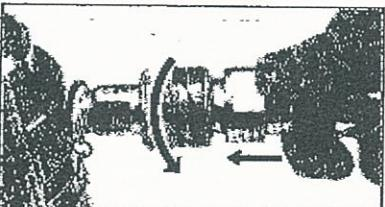

図 1
- 3.1 戻しハンドルを左(←DOWN-)にまわしたのち、油圧ホース先端の雄カップラをシリングの雌カップラに確実に接続します。 (図 1)